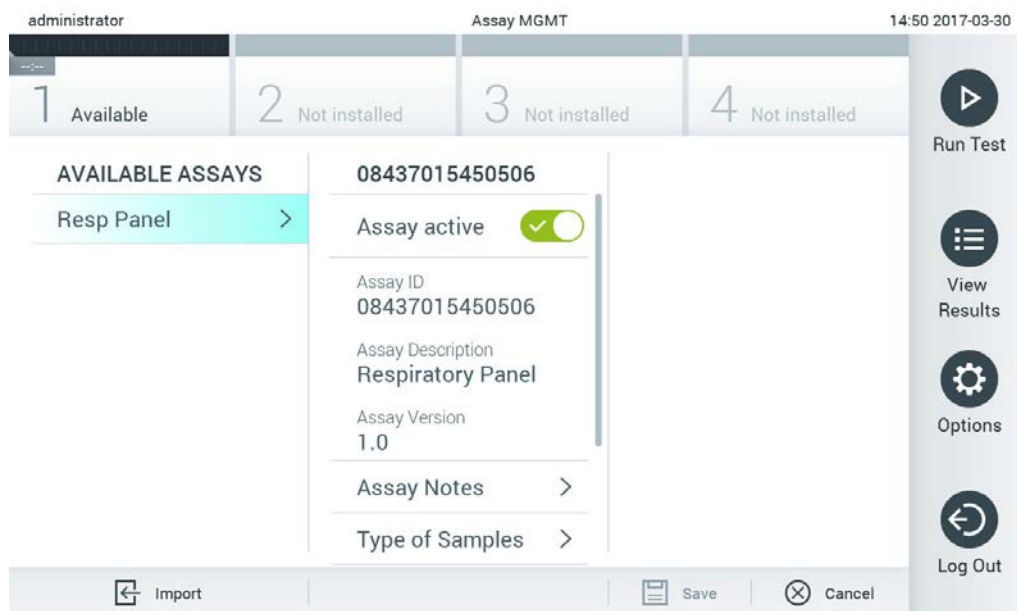

Figura 59. Gestione degli esami disponibili.
1. Premere il pulsante Options (Opzioni) e quindi il pulsante Assay Management (Gestione esame) per accedere alla schermata Assay Management (Gestione esame). Gli esami disponibili sono elencati nella prima colonna dell'area dei contenuti (Figura 59).